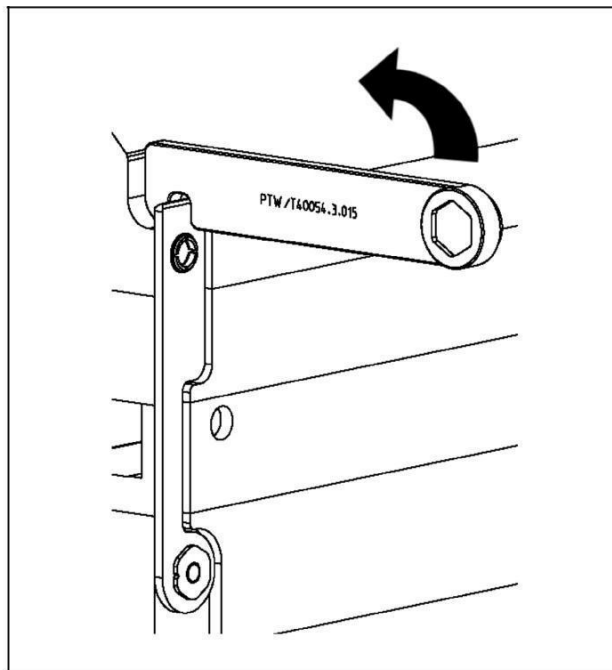

Рис. 8. Відкриття фіксатора
- Використовуйте ключ для фіксатора як показано на Рис. 8.